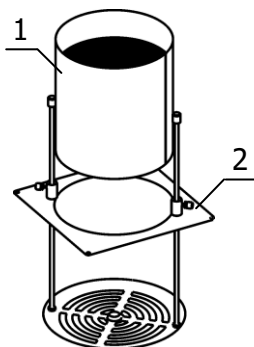

Рисунок 2 — Установка стакана в корзину
1.4.5 Термостатирование образцов без соприкосновения с теплоносителем происходит в стакане 1 (рисунок 2), установленном в корзину 2, которая размещается во внутренней ванне термостата.